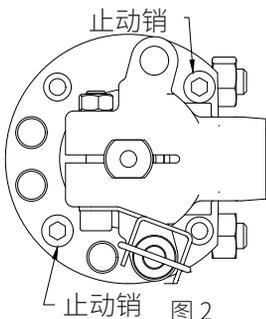
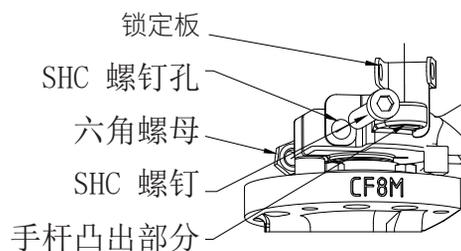

图 2
图 3
1.如图 2 所示,插入并拧紧两个“止动销”(2 件)。
2.如图 2 和 3 所示,将手杆放在阀门上。
3.如图 2 所示,将锁定板放在手杆上。将其固定在手杆凸出部分后,将锁定板上的孔与手杆上的 SHC 螺钉孔对齐(图 3)。